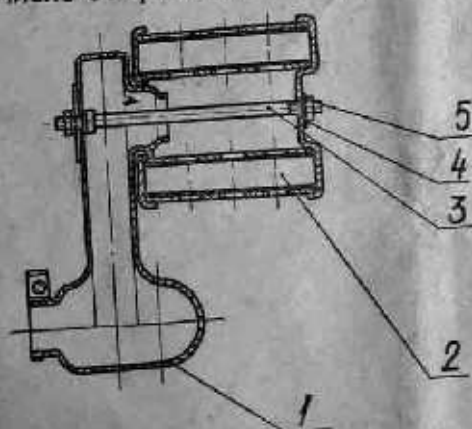

Рис. 12 Схема установки фильтра:
Воздушный фильтр (рис. 12) состоит из бумажного фильтрующего элемента (2), который устанавливается на ресивере (1) и крепится к нему посредством шпильки (3), шайбы (4) и гайки (5).